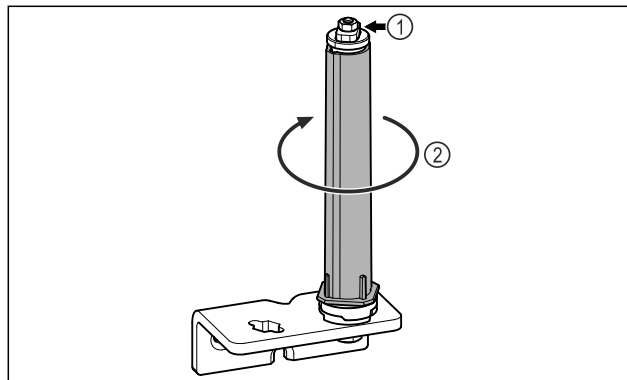

Fig. 23
- ▶ Не разбирайте систему закрытия двери Fig. 23 (1).
- ▶ Поворачивайте систему закрытия Fig. 23 (2) до щелчка.